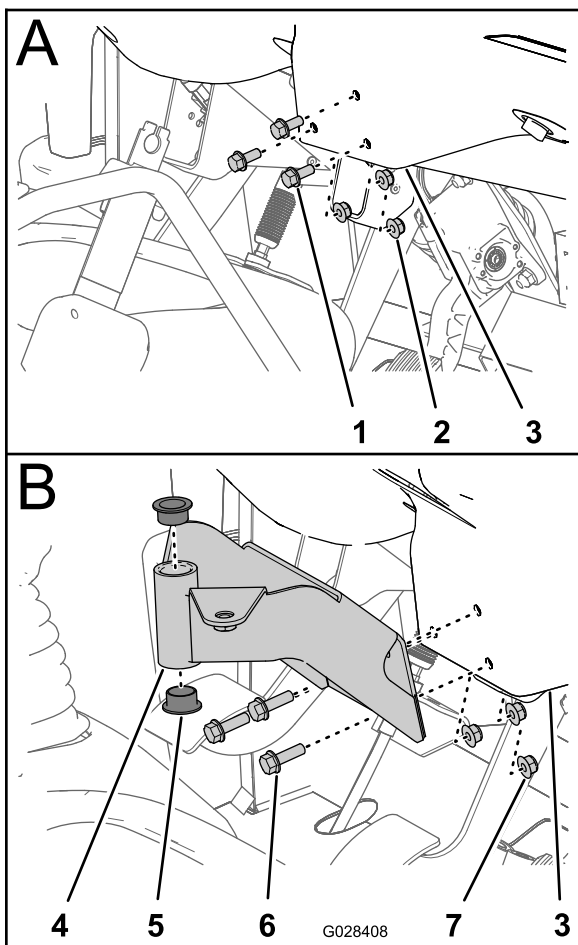

Figure 7
1. Retirez les 3 boulons et les 3 écrous qui fixent la partie inférieure centrale de la planche de bord au support de la planche de bord (Figure 7).
- Alignez les trous du support de montage de la console de commande et les trous dans la planche de bord et le support (Figure 7).
- Serrez les écrous et les boulons à (Figure 7).
- Insérez les 2 douilles en plastique dans le support de montage (Figure 7).